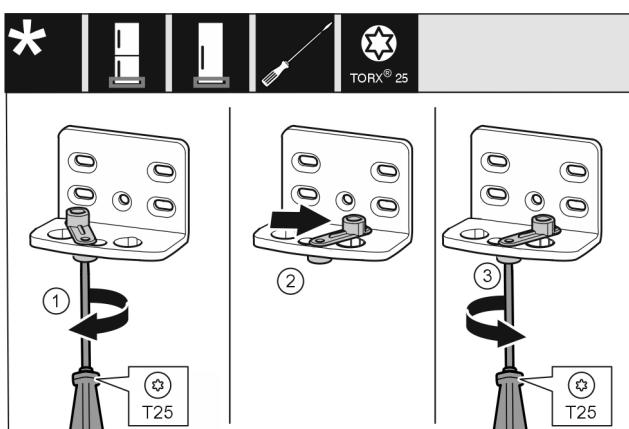

Fig. 17
- ▶ 将螺钉 Fig. 17 (1)用螺丝刀拧松。
- ▶ 将关门辅助装置 Fig. 17 (2)提起并向右 90° 转入钻孔。
- ▶ 将螺钉 Fig. 17 (3)用螺丝刀拧紧。